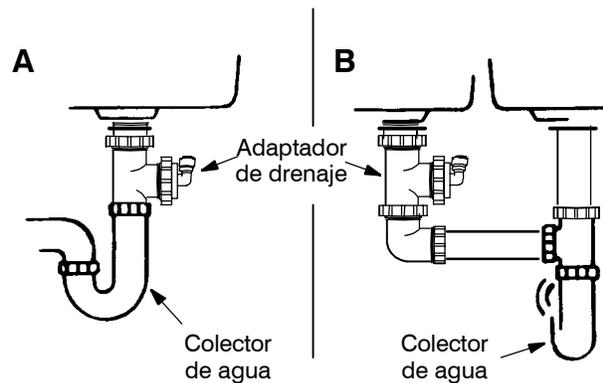

Ilustración 4
1. Use una abrazadera y una tuerca para montar el conector del tubo de drenaje al adaptador. Vea la Ilustración 4. Voltee el conector unos 45° de la posición de las 12, como se muestra (a la posición de las 10:00 o las 2:00, según sea necesario) Apriete firmemente la tuerca.